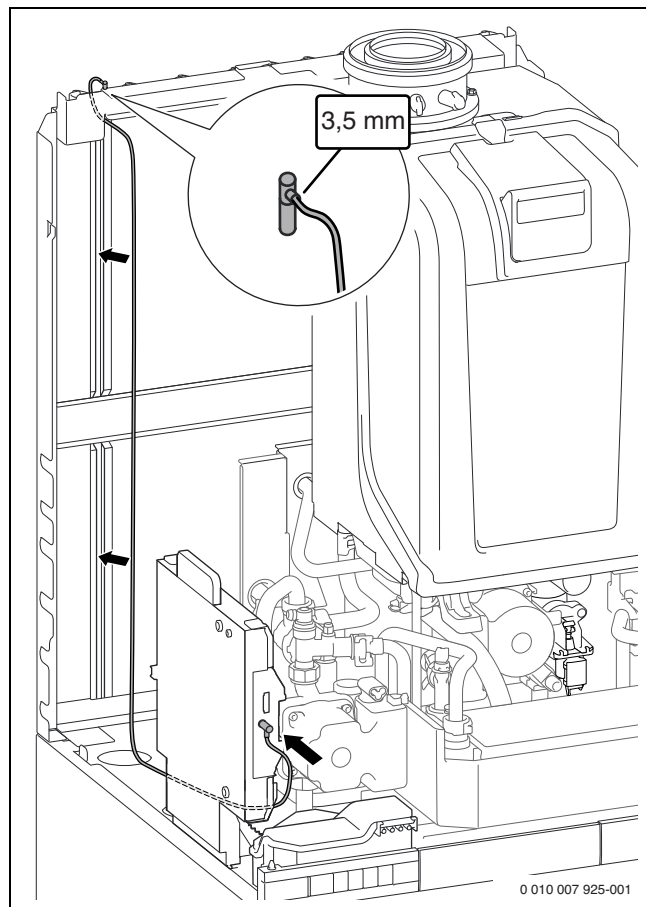

Bild 182 Anschluss und Verlegung des Kabels an Bosch MB LANi
- Kabel für den Anschluss von Bosch MB LANi aus dem Lieferumfang entsprechend Bild 182 verlegen.